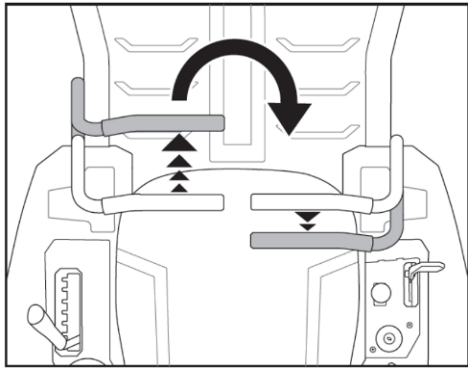

Fig.19A
2. För att vrida medurs, för den vänstra spaken för drivningskontroll framåt samtidigt som den högra spaken för drivningskontroll förs bakåt. (Fig.19A)